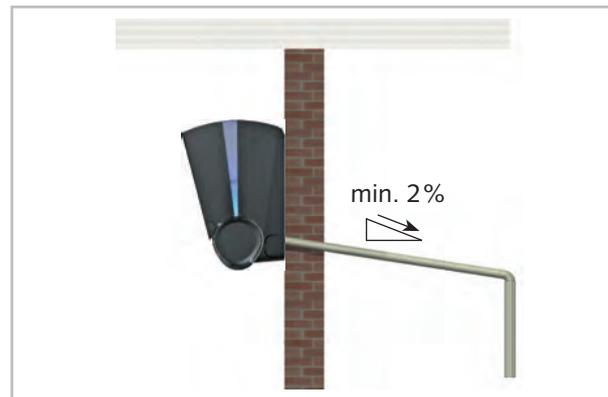

Abb. 42: Kondensatanschluss Innengerät
- Die bauseitige Kondensatleitung ist mit einem Gefälle von min. 2 % zu verlegen (Abb. 42). Gegebenenfalls sehen Sie eine dampfdiffusionsdichte Isolation vor.